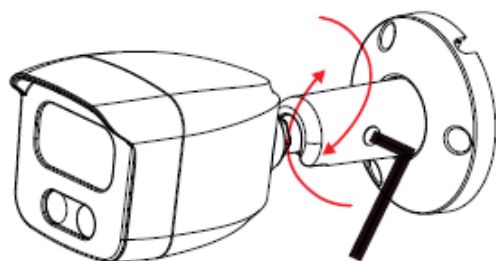

Рисунок 3
- Затяните винты шестигранным ключом, чтобы зафиксировать выбранное положение (рисунок 3). Установите антенну.